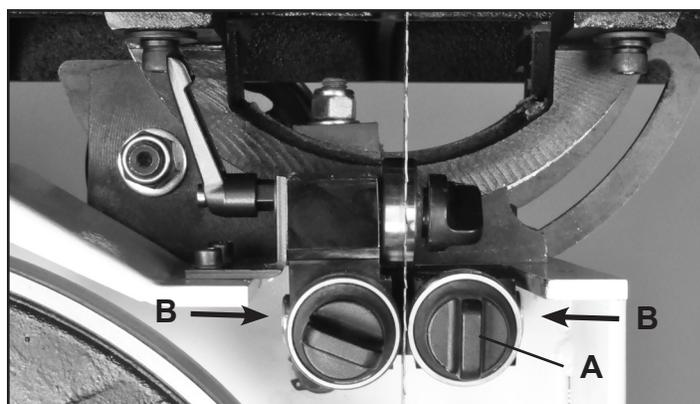

FIGURE 25 REMARQUE : Garde-lame retiré à des fins de photo
1. Positionnez les guides à rouleaux droit et gauche près de la lame. Desserrez les poignées de verrouillage avant (#39E, Fig. 25, A). Déplacez les guides vers la lame en poussant les extrémités des arbres de guidage (#35E, 44E, B) ou utilisez les poignées de verrouillage avant pour tirer les guides vers la lame. Verrouillez les guides en place. Fig. 25.